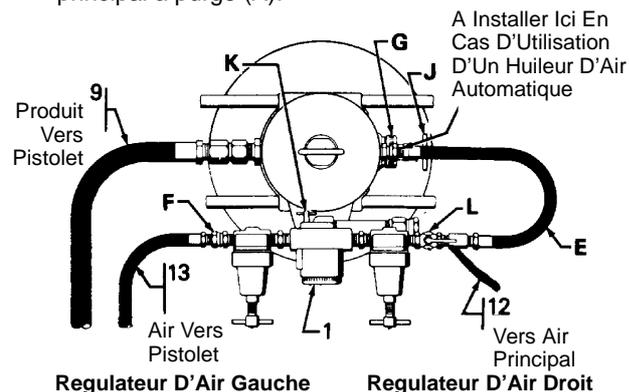

Fig. 3
REMARQUE: appliquer de l'étanchéifiant pour filetage sur tous les filets mâle sauf ceux des raccords tournants. Ceux-ci doivent conserver leur liberté de mouvement. Raccorder les flexibles d'air et produit à la commande Evenflo et au pistolet comme l'illustrent le schéma d'installation type et la figure 3. Attacher les flexibles tous les 457 mm environ afin d'en faciliter la manipulation. Installer un huileur d'air entre l'entrée d'air de la pompe et le flexible (E) afin d'assurer le graissage automatique du moteur pneumatique. Sinon, se contenter de raccorder le flexible de 457 mm (E) de la commande Evenflo à l'entrée d'air à raccord tournant de la pompe. Se reporter en page 6 sous la rubrique ENTRETIEN où sont détaillées les modalités de graissage manuel du moteur pneumatique.
Mélange par circulation (voir la figure 3)